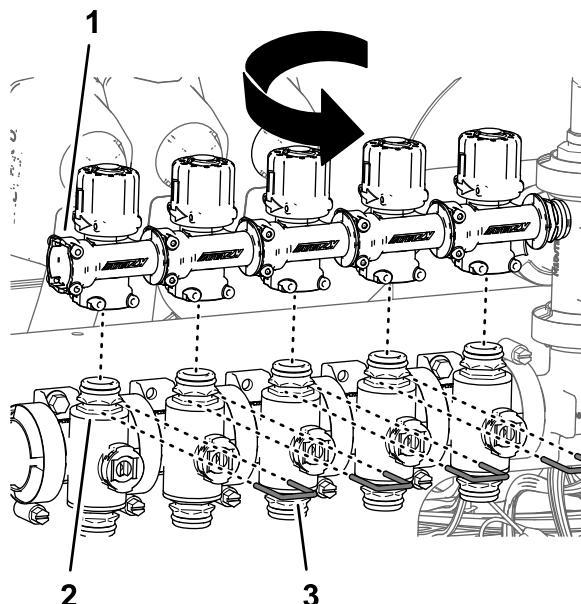

Figura 100
6. Rode as válvulas de distribuição 180° e monte-as nas uniões de desligação rápida das válvulas de secção (**Figura 100**).
7. Prenda as válvulas de distribuição nas válvulas de secção com os retentores (**Figura 100**) que removeu no passo 4.
- Monte as tampas nas uniões de desligação rápida da válvula do bico 5 e válvula do bico 6 com os retentores fornecidos com as tampas (Figura 100).